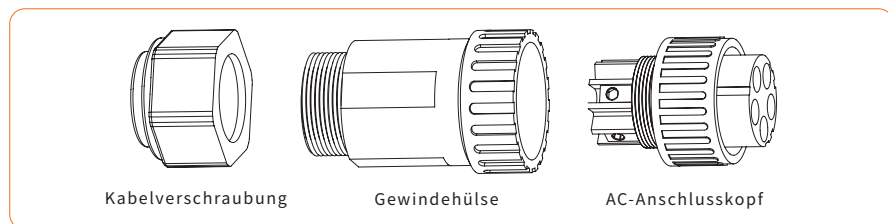

Abbildung 4-20
① Nehmen Sie den AC-Steckverbinder aus der Zubehörtasche und demontieren Sie ihn, wie in Abbildung 4-20 gezeigt: